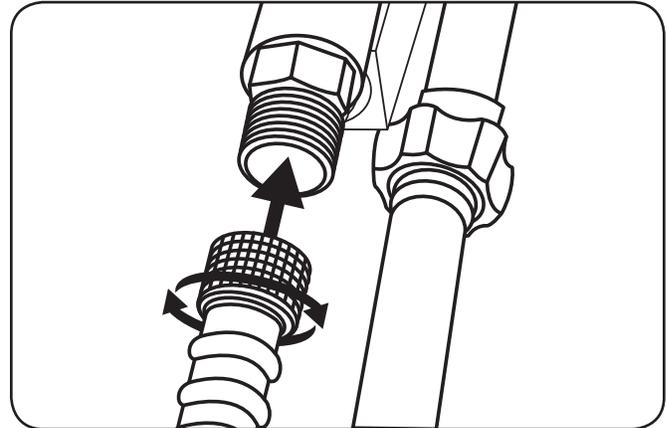

Figure 5-3
6. Conecte la manguera de alta presión a la salida de la bomba. Ver la Figure 5-3.